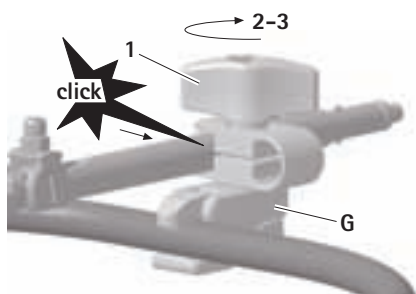

Abb. 7
- Kupplungsstange **B** oder Anschlussstück mit Schnellkupplung **A** in das Maulstück Befestigungsklemme **G** einklicken und in gewünschte Position bringen, siehe Abb. 7.